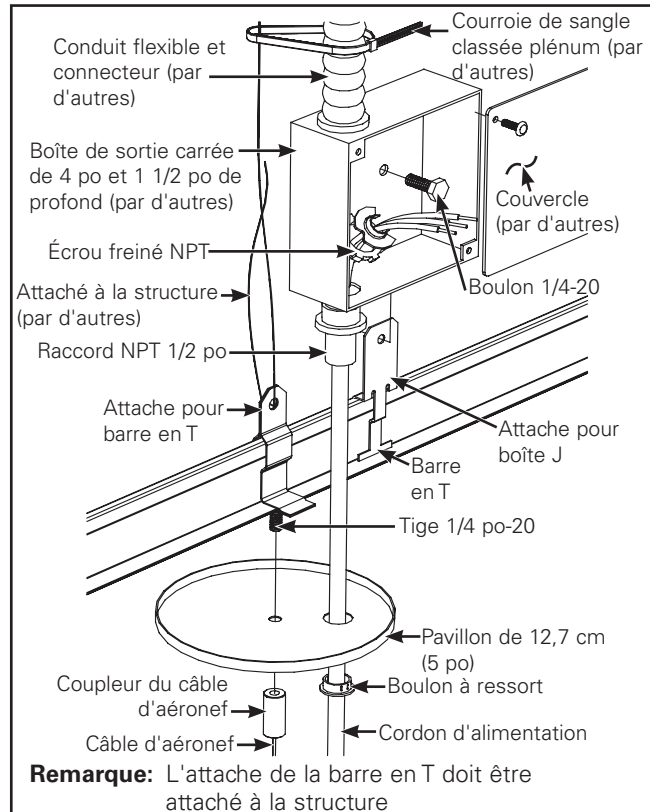

Figure 1. Alimentation
1. Disposition des emplacements de montage (Figure 1).